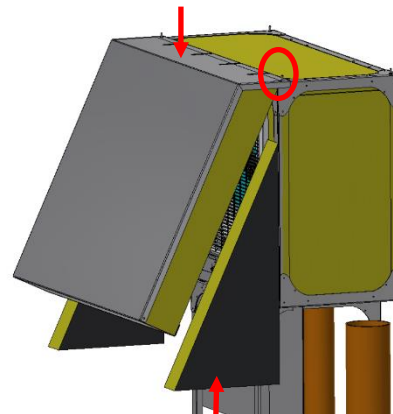

Bild 4
5. Bild4: Deckel vorne und hinten oben in die Gewinde einhängen und die Schalldämmkeile hineinschieben.